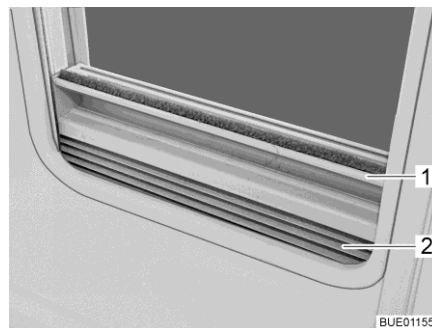

Fig. 52 Estor plegable
- Cerrar:** ■ Sujetar el estor plegable (Fig. 52,2) por el centro del agarradero (Fig. 52,1), tirar de abajo a arriba y soltarla a la altura deseada. El estor plegable se queda fijo a esta altura.